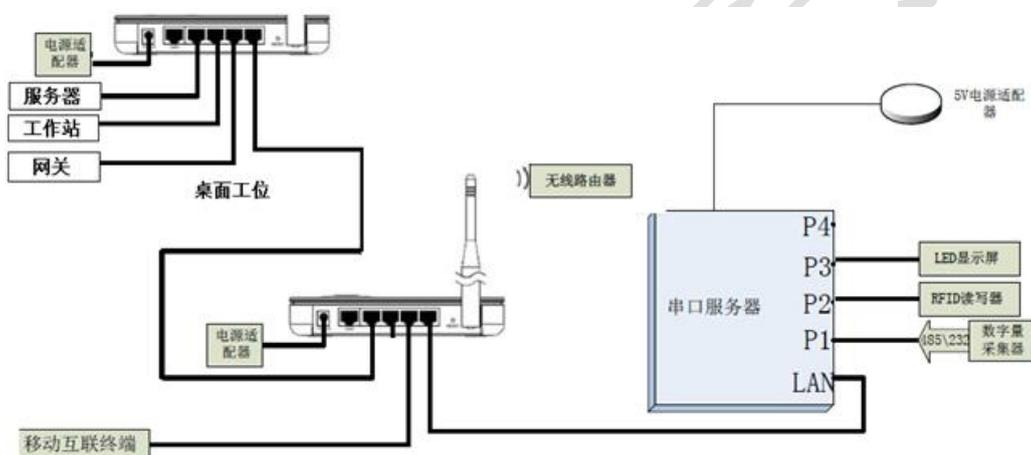

图 1-4 局域网拓扑图
(1) 参照图 1-4 所提供的局域网拓扑图，根据下面的业务技术要求，并实现连接局域网链路连接。其余 ZigBee 模块与主模块采用自组网的连接方式。